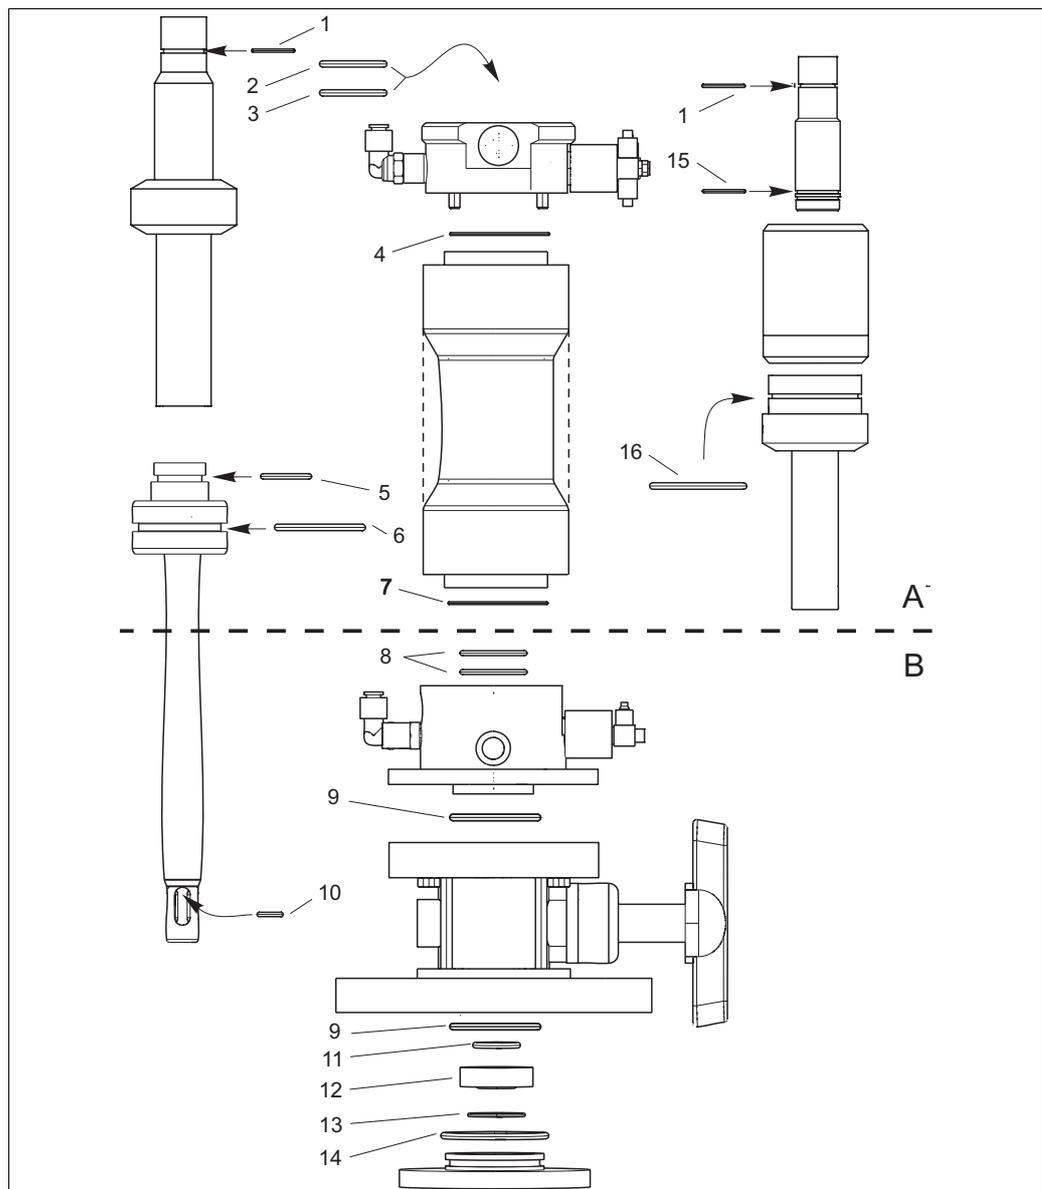

Fig. 39: Posizione delle guarnizioni
2. Sostituire le guarnizioni indicate in Fig. 39.